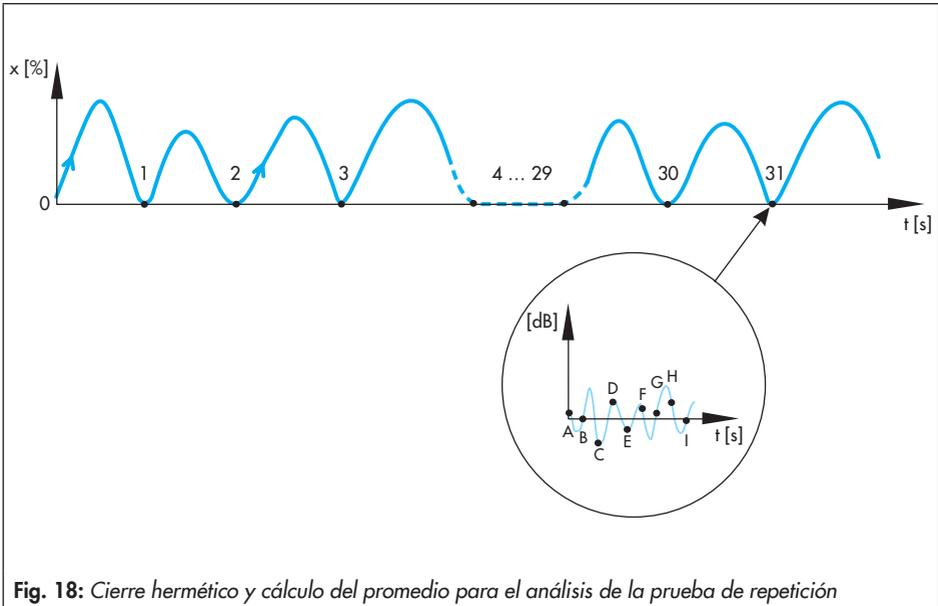

Fig. 18: Cierre hermético y cálculo del promedio para el análisis de la prueba de repetición
- **Promedio del nivel de presión sonora en cierre hermético:** para la comparación se utilizará el valor promedio de la presión sonora actual y de los últimos cuatro valores de presión sonora del actual cierre hermético (fig. 18: cierre hermético 31 y presión sonora E hasta I).
- **Promedio del actual/último cierre hermético:** para la comparación se utilizará el valor promedio de todas las presiones sonoras del actual cierre hermético (fig. 18: cierre hermético 31 y presión sonora A hasta I).
- **Promedio móvil del histograma de corta duración:** para la comparación se utilizará el valor promedio de las últimas treinta presiones sonoras del monitoreo de corta duración (ver capítulo 7.2) (fig. 18: cierre hermético 2 hasta cierre hermético 31 con todas las presiones sonoras).
- **Promedio móvil del histograma de larga duración:** para la comparación se utilizará el valor promedio de todas las presiones sonoras del monitoreo de larga duración (ver capítulo 7.3) (fig. 18: cierre hermético 1 hasta cierre hermético 31 con todas las presiones sonoras).